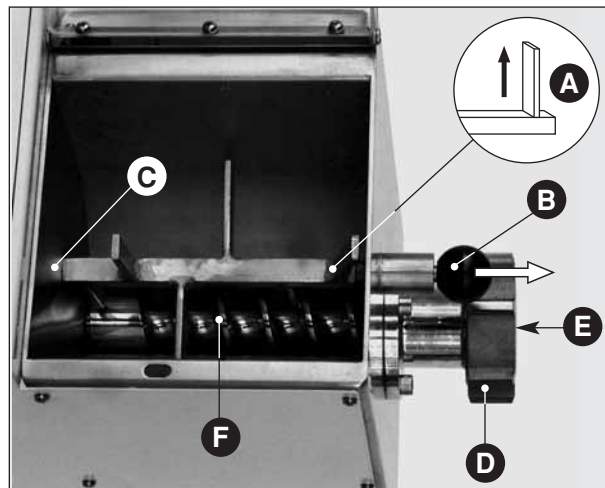

Abb. 13
- Mischgerät: sich versichern, ob der äußere Flügel in der oberen senkrechten Position ist (**Abb. 13 A**) (nur in dieser Position ist die Abnahme des Teils möglich).
Beim Modell TR 70: Das Mischgerät ausbauen, dazu den Kugelgriff (**Abb. 13**) ziehen, bis das Mischgerät freigegeben ist; beim Modell TR 75/e: Das Mischgerät ausbauen. Hierzu die bewegliche Halterung ausschrauben, bis das Mischgerät freigegeben ist (**Abb. 13 bis**).
Die viereckige Welle aus dem Gehäuse herausnehmen (**Abb. 13 C**) und gleichzeitig die äußeren Enden nach oben drehen. Zur Montage des Teils in die entgegengesetzte Richtung verfahren mit dem Hinweis, die Zentrale der Welle mit der Sprosse der beweglichen Stütze auf eine Linie zu bringen; dann den Kugelgriff loslassen.
- Nutmutter (**Abb. 13 D**) und Zieheisen (**Abb. 13 E**): die Nutmutter von Hand herausschrauben (dabei aufpassen, daß kein Teil auf den Boden fällt), sodaß die Nutmutter aus dem Gehäuse hervorkommt, um keine Schäden an sich oder an den Teilen selbst hervorzurufen.
- Schnecke (**Abb. 13 F**): wenn die Nutmutter und das Zieheisen abmontiert sind, ist es einfach die Schnecke aus der Maschine herauszunehmen, indem man sie von der Spirale vom inneren Ende wegdrückt.
Abb. 13 bis